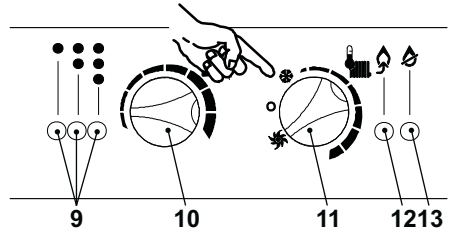
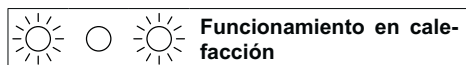

Fig. 9.11
Fig. 9.13
- Dar alimentación eléctrica a la caldera accionando el interruptor bipolar previsto en la instalación; la luz de señalación 9 de la Fig. 9.11 parpadeará cada 4 segundos.
- Colocar el selector 11 como se indica en la Fig. 9.11; la luz de señalación 9 parpadeará con una intermitencia de dos segundos aproximadamente.
- Mantener pulsado el botón de restablecimiento 12 de la Fig. 9.11 durante 10 segundos, aproximadamente, hasta que el indicador luminoso de bloqueo 13 comience a parpadear.
- Para calibrar la función deshollinamiento, los indicadores luminosos de señalación 9 de la Fig. 9.11 deben mostrarse como en la Fig. 9.12.
- Mantener pulsado de nuevo el botón de restablecimiento 12 de Fig. 9.11 durante aproximadamente 5 segundos, el indicador luminoso de paro 13 se apaga, mientras que los indicadores luminosos 9 parpadean como para la solicitud de potencia de calefacción Fig. 9.13.